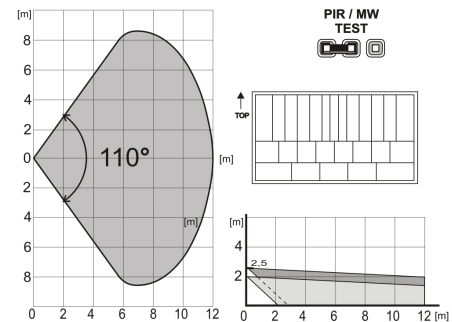

Abb. 2: Die Eigenschaften der Abdeckung können durch den Gebrauch einer anderen Linse verändert werden:
Der **PIR-Melder** ist mit einer Linse mit einem Erfassungsbereich von 110°/12 m ausgestattet. Erfassungsbereich – siehe Abb. 2. Überprüfen Sie die Erfassung mit dem Jumper (8) in „**PIR**“-Stellung. Bewegungen werden durch eine rote LED angezeigt.